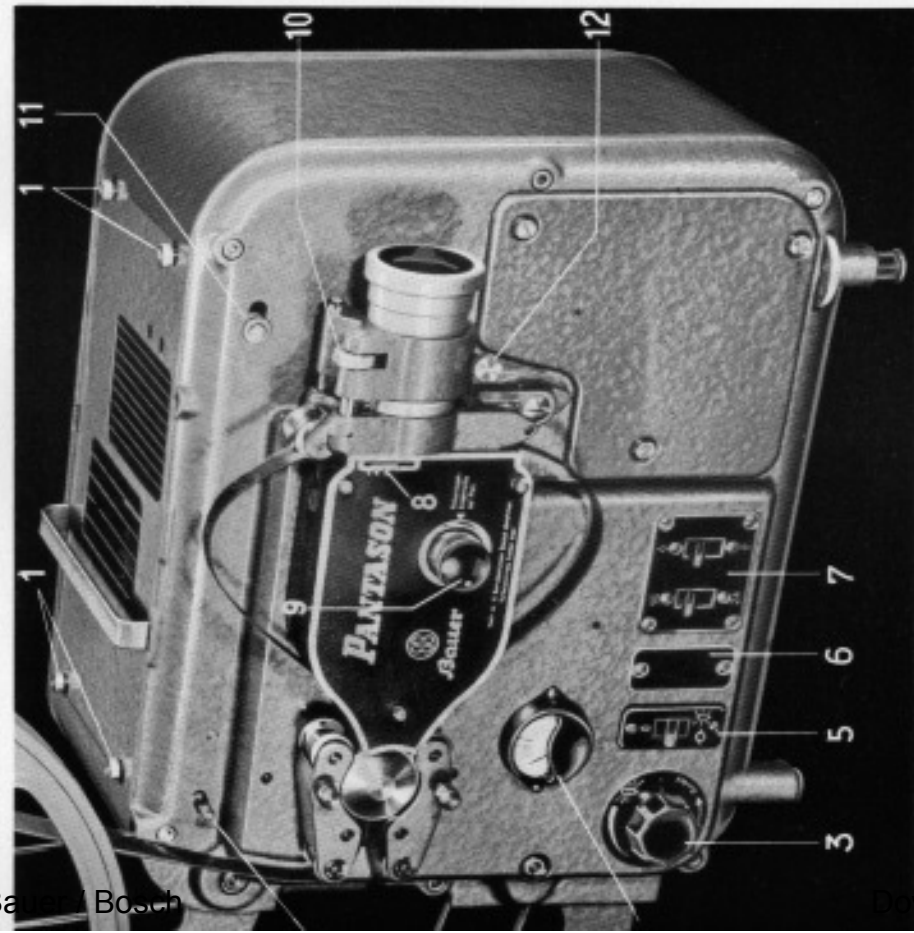

Abb. 2. Bedienungsseite des Projektors.
Abrollen die Spule im Sinne des Uhrzeigers dreht. Der Film darf nirgends geschränkt oder verklemmt werden. Vor und nach dem Filmkanal (am Bildfenster) müssen Schlifren gebildet werden. Die Türe am Filmkanal wird durch Verschieben des Verriegelungsknopfs (Abb. 2/11) nach rechts geöffnet und durch Hochklappen des Objektivhalters geschlossen.
1. Drehknopf des Lampenregulierwiderstands (Abb. 2/3) ganz nach links (bis zum Anschlag) drehen.
2. Hauptschalter (Abb. 2/5) für den Projektor einschalten.
5. Sofern notwendig, d. h. wenn das Projektionsbild nicht einwandfrei im Bildfensterahmen steht, Bildstrich an dem rechts oben am Greiferkasten befindlichen gezahnten Schieber (Abb. 2/8) nachstellen.
Vor dem Abbau des Geräts wird zuerst der Schalter ausgeschaltet, dann der Stecker aus der Steckdose gezogen, und schließlich werden die Spulenarme wieder eingeschwenkt. Vor dem Einschwenken des oberen Spulenarms muß der Rastknopf (Abb. 2/2) nach rechts oben gedrückt werden. Dadurch wird die Verriegelung des Arms gelöst.
Ihre Aufgabe ist es, die elektrische Einrichtung des Projektors der vorliegenden Netzspannung anzupassen. Nach dem Wegnehmen des Abdeckblechs (Abb. 2/1) kann der jeweils eingesteckte Widerstand herausgezogen und bei Bedarf gegen einen anderen ausgetauscht werden.